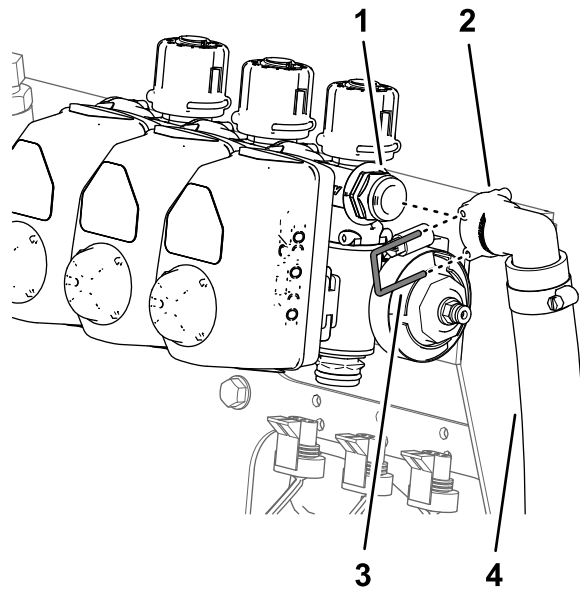

Рисунок 61
- На машинах без дополнительного комплекта ручного распылителя или дополнительного комплекта электрического шлангового барабана снимите малый держатель, который крепит быстроразъемный штуцер перепускного шланга к быстроразъемному штуцеру перепускного клапана правой секции (Рисунок 61).